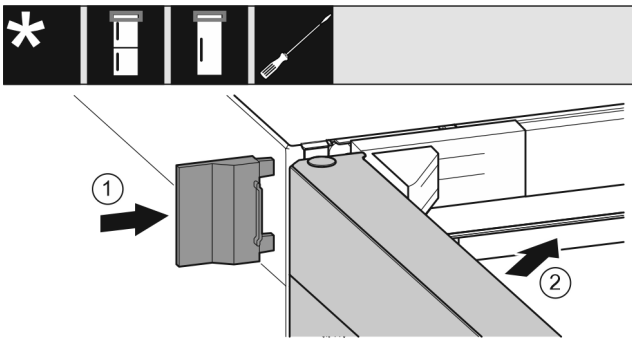

Fig. 21
- Nasuňte vonkajší kryt. Fig. 21 (1)
- Zatvorte horné dvere. Fig. 21 (2)